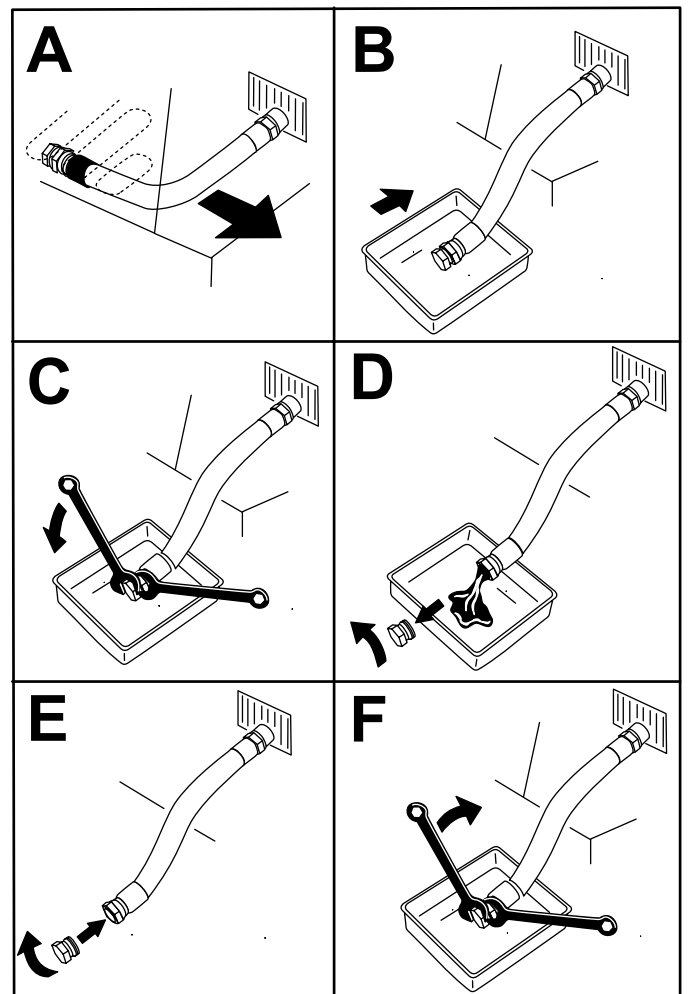

Figura 47
3. Scurgei uleiul din motor (Figura 47).